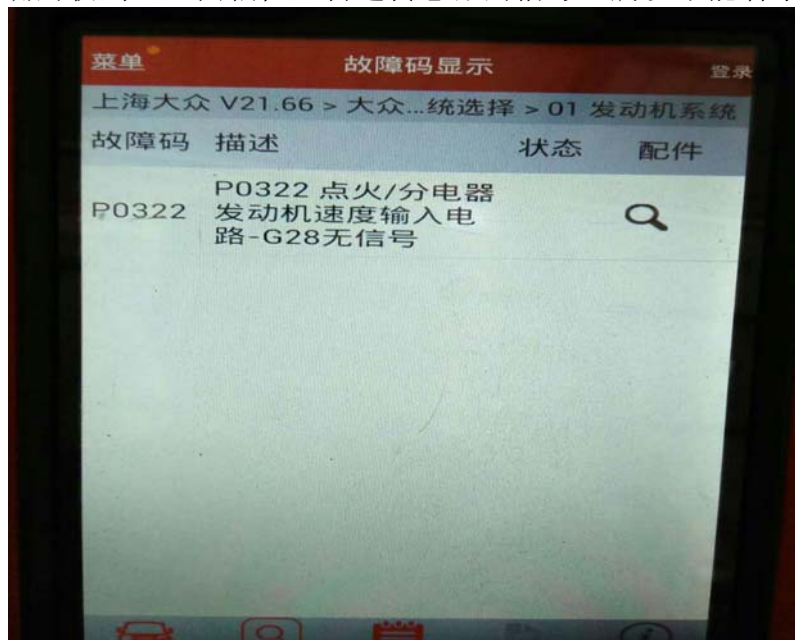

图 6
- 5). 拔出 S8, S9, S10 保险, 发现 S8, S9 保险烧坏, 更换同型号保险后, 清除故障码, 在用 X431 PRO 读出故障码还有 1 个 (如下图 6) 为: 1. P0322 点火/分电器发动机速度输入电路-G28 无信号。发动机还是不能着车, 因为不能准确判断是 G28 曲轴位置转速传感器损坏, 只能是看看用人工推车的方式能不能着车, 结果是用人工推车可以着车, 用钥匙打着车, 至此问题判断逐渐清晰: 1. 要么 G28 曲轴位置转速传感器损坏。2. 要么电磁干扰, 发动机不能准确的收到 G28 曲轴位置转速传感器的信号, 所以不能着车。